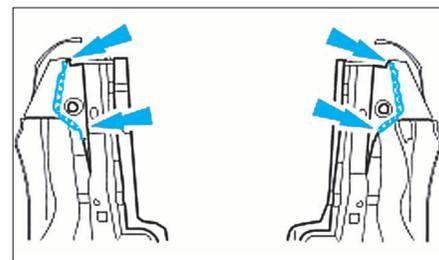

FIG. 111
- Meuler les points de soudure (Fig.111).
- Souder par résistance par points (Fig.111).